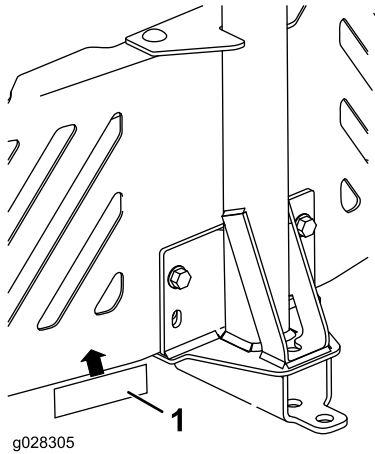

**Figure 12**
3. Fixez le cadre pivotant au bas du cadre de la machine à l'aide de 2 vis autotaraudeuses (5/16" x 3/4"), comme montré à la Figure 12.